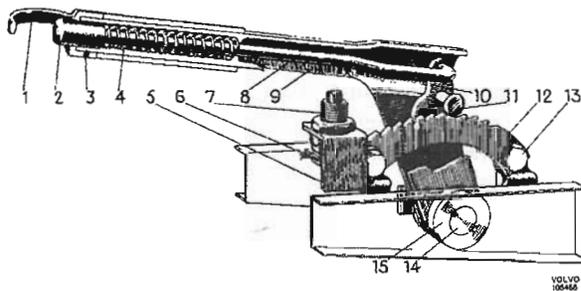

Abb. 115 Handbremsteile, 1800
4. Senkschraube (3, Abb. 115) herausschrauben, Fingerbügel (1) und Druckknopf (2) ausbauen. Feder (4) aus dem Stockgriff herausziehen. Niet (11) heraustreiben, danach Druckstange (8) und Sperrnocken (10) herausnehmen.